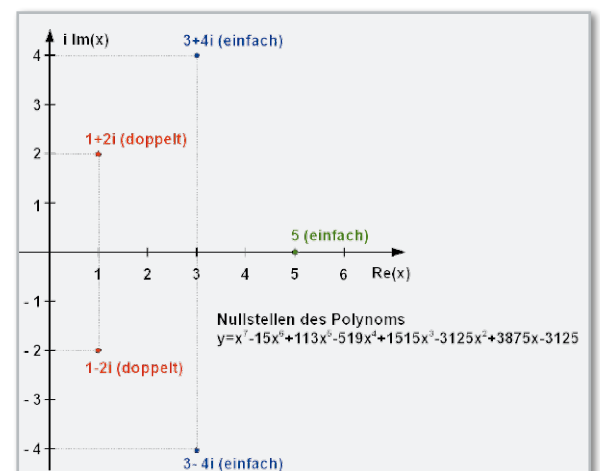

Bild 75: Ein Beispiel für den Zusammenhang zwischen der Koeffizientendarstellung eines Polynoms und dessen Nullstellen.
Abbildung 75 stellt die Nullstellen von Gleichung (121) in der komplexen x-Ebene grafisch dar.